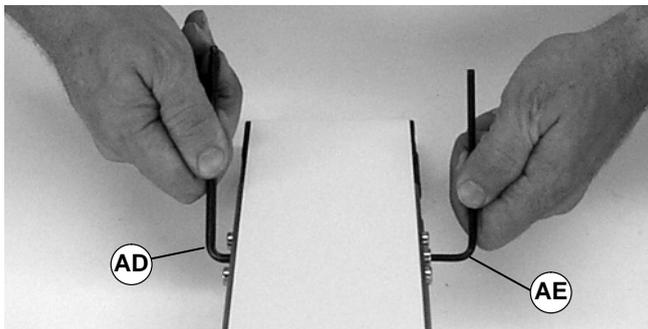

Abbildung 22
5. Unter Beibehaltung der Spannung am Ritzel (AD siehe Abbildung 22) die Klemmschraube lockern (AE). Das Ritzel (AD) im Uhrzeigersinn drehen, um die Gurtspannung zu mindern.
5. Mit dem Ritzel im Eingriff (AD siehe Abbildung 22) die Klemmschraube lockern (AE). Das Ritzel (AD) im Uhrzeigersinn drehen, um die Gurtspannung zu mindern.
- Unter Beibehaltung der Spannung am Ritzel (AD siehe Abbildung 22) die Klemmschraube lockern (AE). Das Ritzel (AD) im Uhrzeigersinn drehen, um die Gurtspannung zu mindern.
2. Mit dem Ritzel im Eingriff einen 4 mm Sechskantschlüssel in die Klemmschraube einsetzen (AE siehe Abbildung 22).
3. Die Klemmschraube lockern (AE siehe Abb. 22).
5. Die Klemmschraube mit (AE siehe Abbildung 22) 4,5 Nm festziehen.